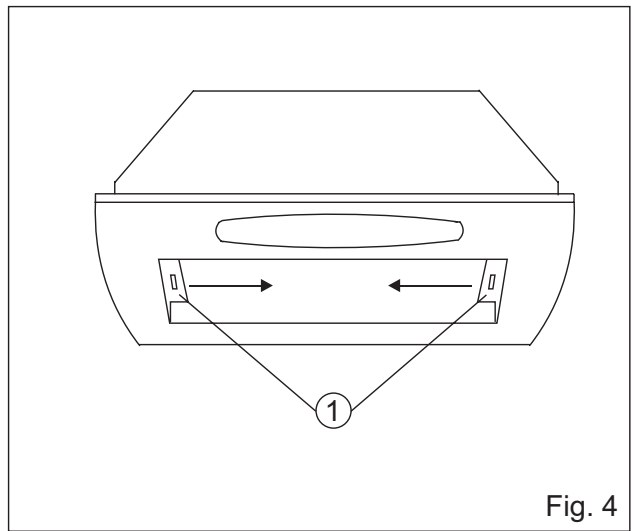

Fig. 4
2. Per la pulizia interna della cappa: togliere il filtro alluminio come in figura 3, seguendo le istruzioni al punto 1; tirare le due linguette verso l'interno (Fig. 4/1) e procedere con l'operazione di pulizia. Per i modelli dotati di griglia forata, sganciare la stessa come al punto 1.